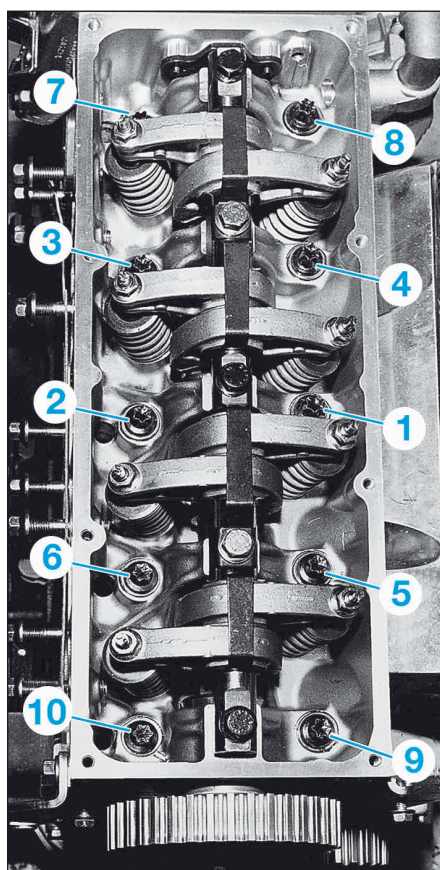

FIG.48
- Remplacer les vis de culasse et les serrer dans l'ordre et au couple prescrit (Fig.48).